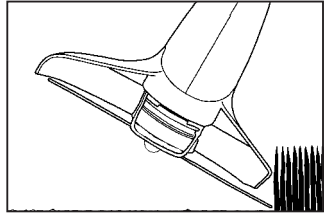

Fig. 4-2C
5. **SCALPING (Fig. 4-2C)** . Scalping refers to removal of all vegetation down to the ground. To do this, tilt the string-head to about a 30 degree angle to the left. By adjusting the handle you will have better control during this operation. Always keep a distance of 100 feet (30 meters) from other people and animals when scalping. Do not attempt this procedure if there is any chance flying debris could injure operator, other people or cause damage to property.
5. **RASAGE (Fig. 4-2C)** . Le rasage consiste à couper la végétation au ras du sol. Pour ce faire, incliner la tête de coupe à gauche à un angle d'environ 30 degrés. Le réglage de la poignée permettra de mieux contrôler le coupe-herbe pendant cette opération. S'assurer qu'aucune personne ou qu'aucun animal ne soit présent dans un rayon de 30 mètres. Ne jamais essayer de raser une zone où des débris risquent d'être projetés et causer des dommages corporels ou matériels.
5. **REMOVER VEGETACIÓN (Fig. 4-2C)** . Gire la unidad 30 grados hacia la izquierda. Ajustando el maneral tendrá mejor control de esta operación. Siempre mantenga una distancia de 100 pies (30 metros) de cualquier persona o animal. No intente hacer esta operación si existe la posibilidad de que alguna partícula pudiera dañar al operador, a otras personas o pueda dañar objetos .